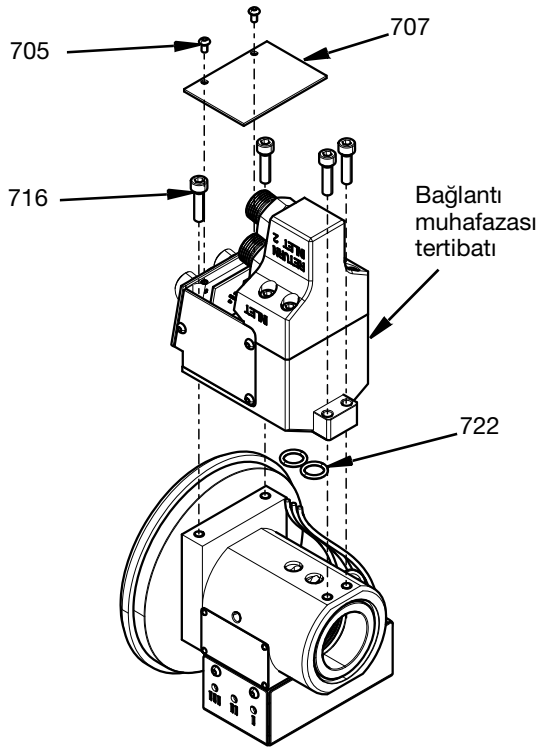

FIG. 24
kullanılmış halka contaların (722) yenileriyle değiştirilmesi gerekir. Bkz. FIG. 24